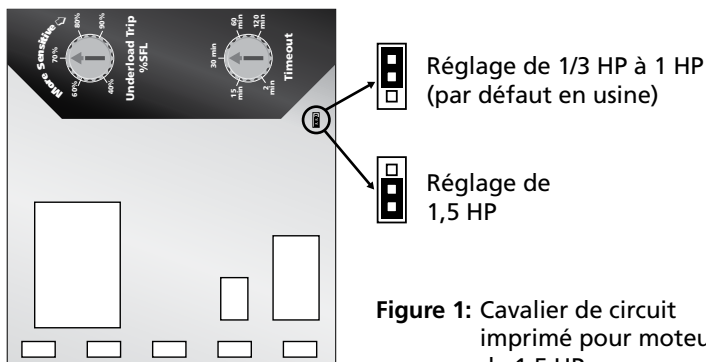

Figure 1: Cavalier de circuit imprimé pour moteurs de 1,5 HP
2. Si vous comptez utiliser un moteur de 1,5 HP, placez le cavalier de circuit imprimé à la position 1,5 HP, comme illustré à la figure 1.